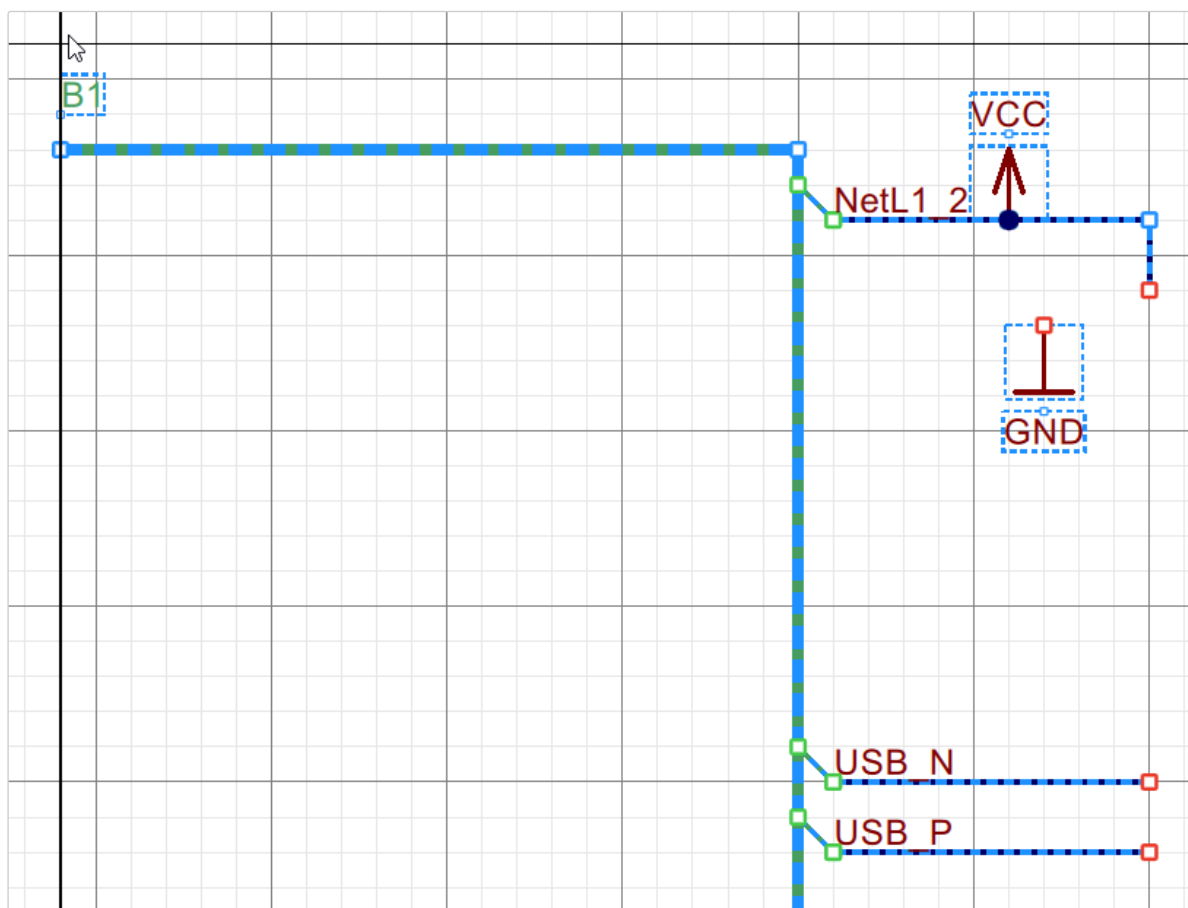

Рисунок 85. Выбор базовой точки при перемещении
- 3) Курсор примет вид перекрестия, после чего необходимо щелкнуть левой кнопкой мыши в точку, относительно которой будут перемещаться выделенные объекты (см. рисунок 85).